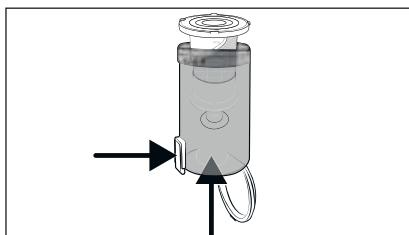

Fig. 20
- 3) Para retirar el filtro de acero inoxidable 6 del depósito de polvo 7, pulse el botón de desencastre de la tapa del depósito de polvo 8. Tras esto, retire el filtro de acero inoxidable 6 del depósito de polvo 7 deslizándolo desde abajo (consulte la fig. 20).